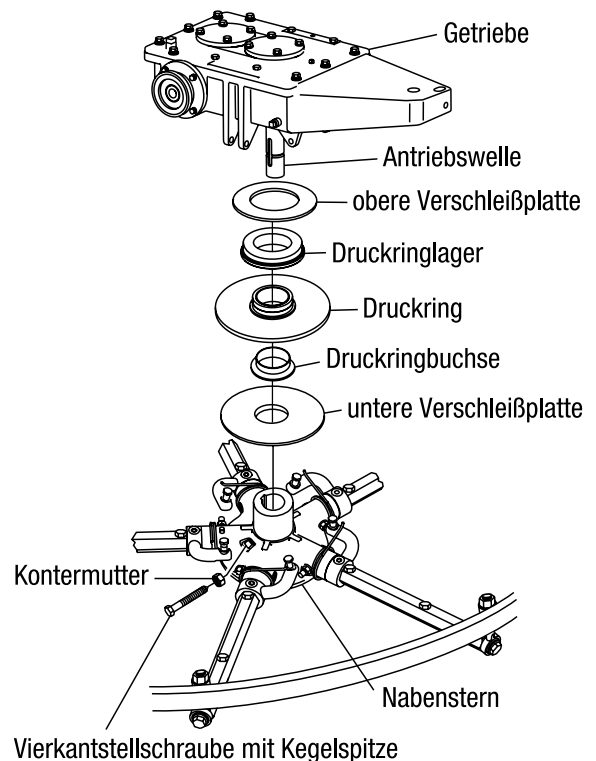

Abb. 37. Demontage von Nabenstern/Getriebe
1. Identifizieren Sie die Vierkantstellschraube mit Kegelspitze (Abb. 37) und die zugehörige Kontermutter seitlich an der Nabenbaugruppe.